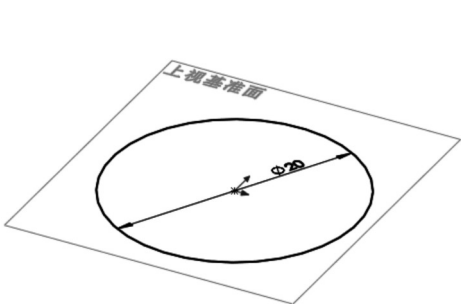
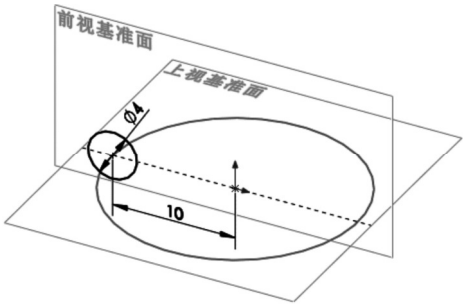

图 4-13 上视基准面上绘制草图
图 4-14 前视基准面上绘制草图
- [2] 在上视基准面上绘制草图，如图 4-13 所示。在前视基准面上绘制草图，如图 4-14 所示。